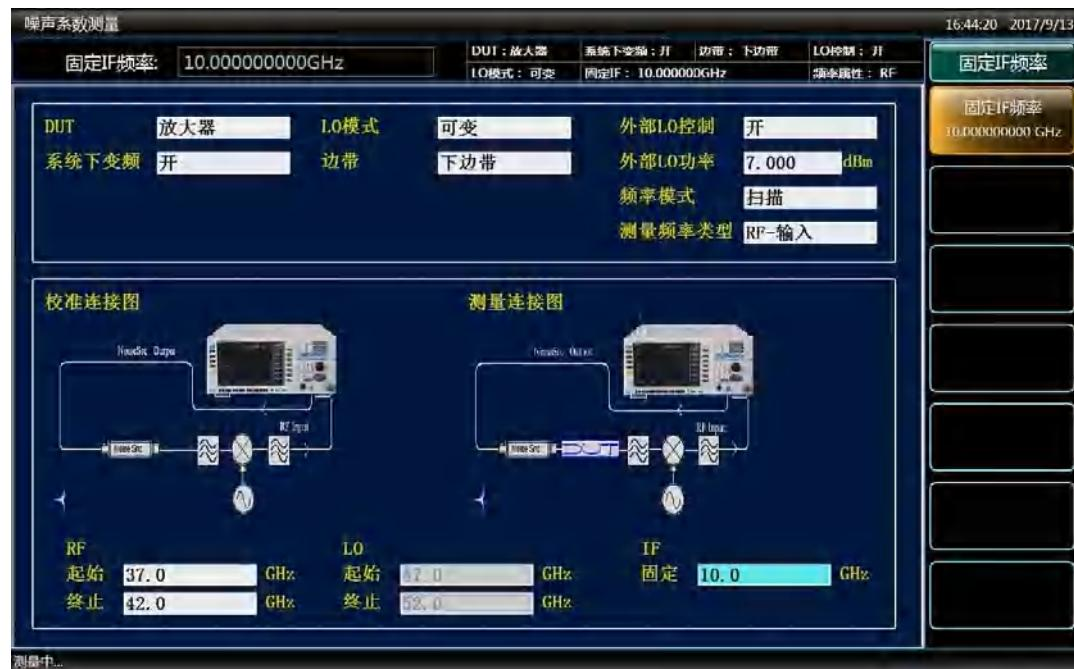

图4.42 系统下变频模式设置界面
- 步骤10. 激活固定IF频率输入框，用数字键输入10，按[GHz]单位键完成输入，模式设置界面如图4.42所示。